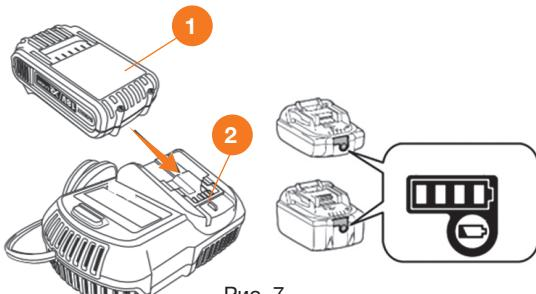

Рис. 7
2. Подключите аккумулятор ① к зарядному устройству ②. Индикатор на зарядном устройстве загорится красным светом, и начнется процесс зарядки (Рис. 7).